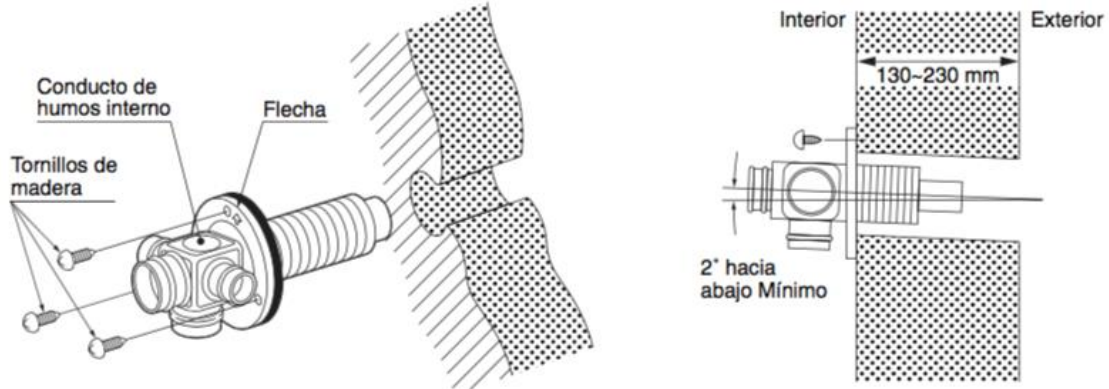

Fig. 4
a) Desde el interior de la habitación, inserte el conducto de humos interno a través de la abertura. Asegúrese de que la flecha en el conducto de humos interno apunte hacia arriba. Asegure el conducto de humos interno a la pared con los tres tornillos para madera (ver la Fig. 4).